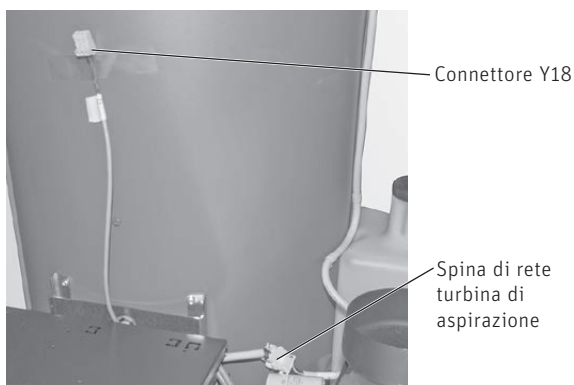

Fig. 109 Inserire la spina di rete della turbina di aspirazione
- ▶ inserire la spina di rete della turbina di aspirazione – Fig. 109.